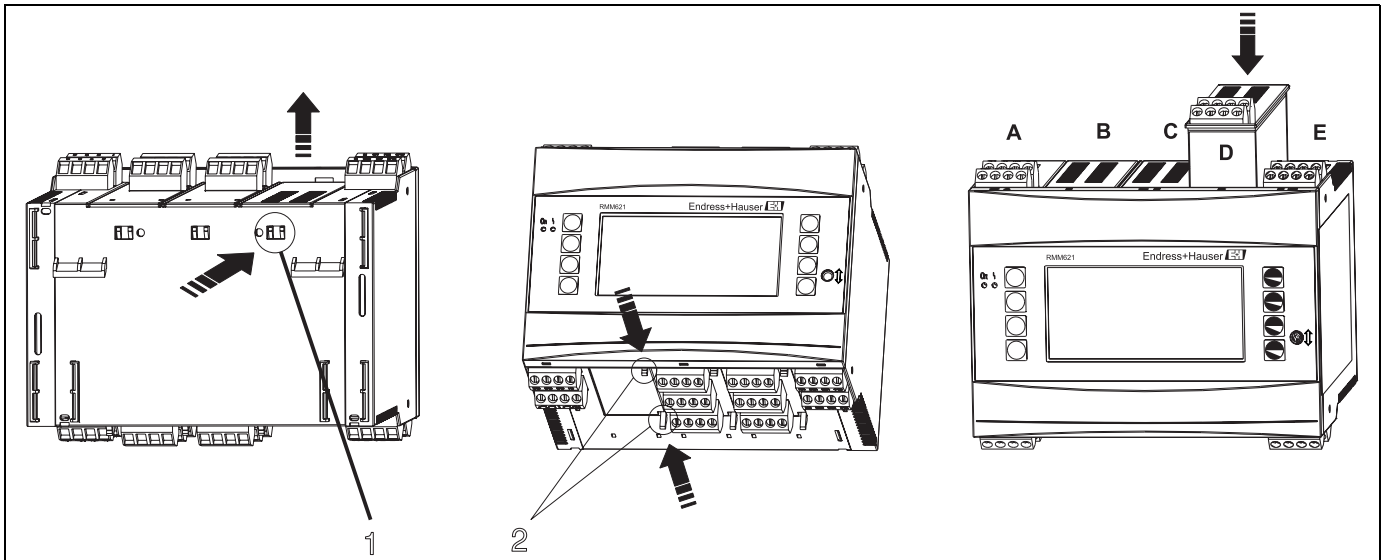

図3 拡張カードの取付（例）
本装置には、様々な拡張カードを取り付けることができます。本装置では、拡張カードを取り付けるに当たって、最大3つのスロットを使用できます。本装置では、拡張カード用のスロットには、B、CおよびD（→図3）というマークが付けられています。
2. 基本ユニットのスロット（B、CまたはD）から盲ぶたを外します。そのためには、本装置の底面にある2つの留め金（図3を参照項目2）を同時に押し、それと同時に、ハウジングの背面にある留め金（図3を参照項目1）を（ドライバなどを使用して）押し込みます。この時点で、基本ユニットから盲ぶたを取り外すことができます。
3. 拡張カードを上方から基本ユニットに挿入します。本装置の底面と背面にある留め金（図3を参照項目1および2）が所定の位置に納まるまでは、拡張カードは正しく取り付けられていません。基本ユニットと同様に、拡張カードの端子も、入力端子が上面にあり、接続端子が前方を向くようにしてください。